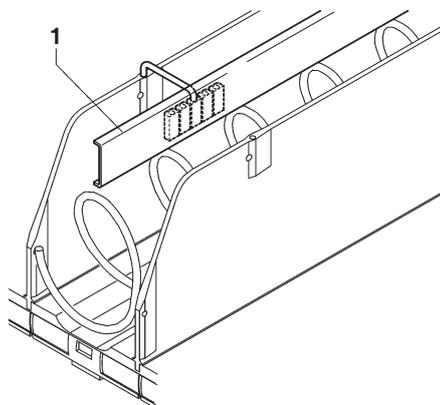

Fig. 8
- la distribución de productos especialmente “estrechos” Estos compartimientos se pueden reconocer por la presencia de un distanciador (véase la fig. 8)